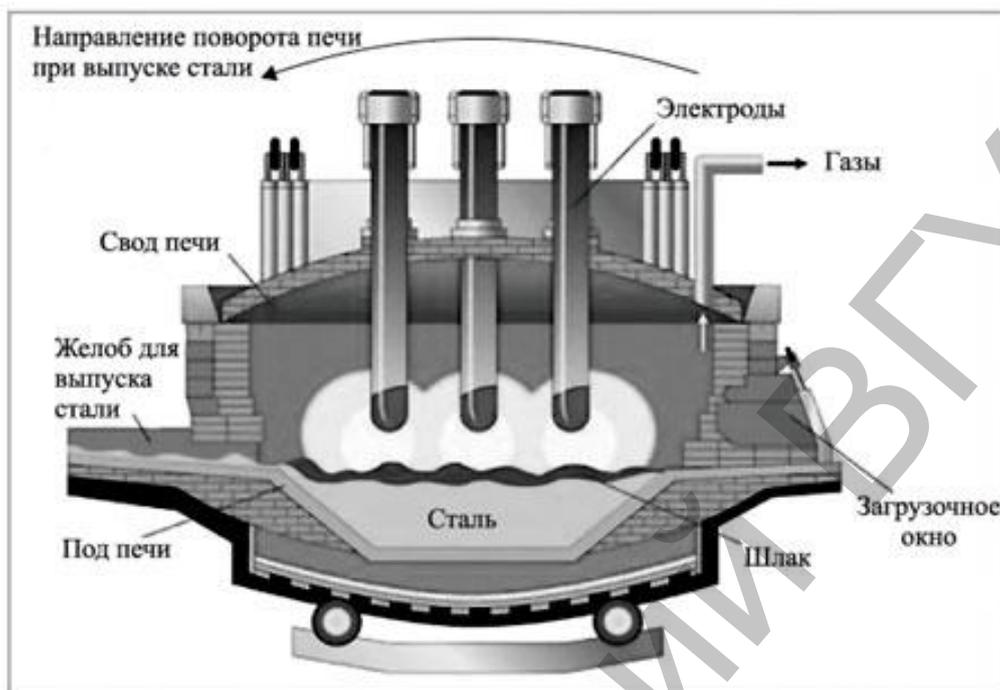

Рисунок 9 – Схема дуговой электрической плавильной печи
**Электросталеплавильный способ.** Выплавка стали с помощью электроэнергии производится в дуговых электропечах. Тепло в электрических печах выделяется в результате нагревания электрической дуги, образуемой между графитовым или угольным электродом и шихтой (служащей вторым электродом) (рисунок 9). В ходе плавки добавляется небольшое количество железной руды, из которой выделяется кислород, и происходит окисление углерода и других вредных примесей.